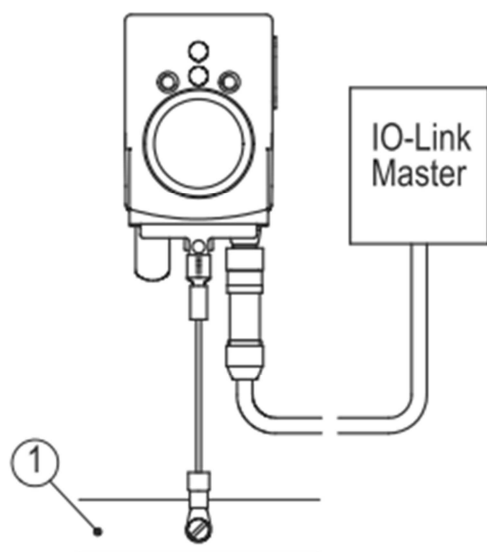

図 6 : アースバー
複数の機器をご使用いただく場合、アースバー①への接続を推奨します。(図 6 参照)